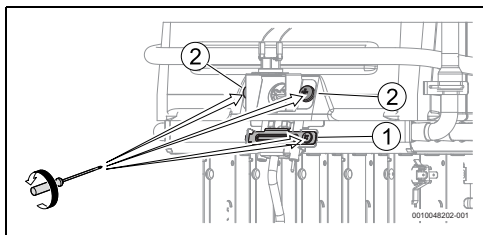

Fig. 16
- Retirar lo tornillo que fija el soporte del quemador piloto, Fig. 16, [1].
- Retirar los tornillos que fijan el soporte del dispositivo para el control de estado de la cámara de combustión, Fig. 16, [2].